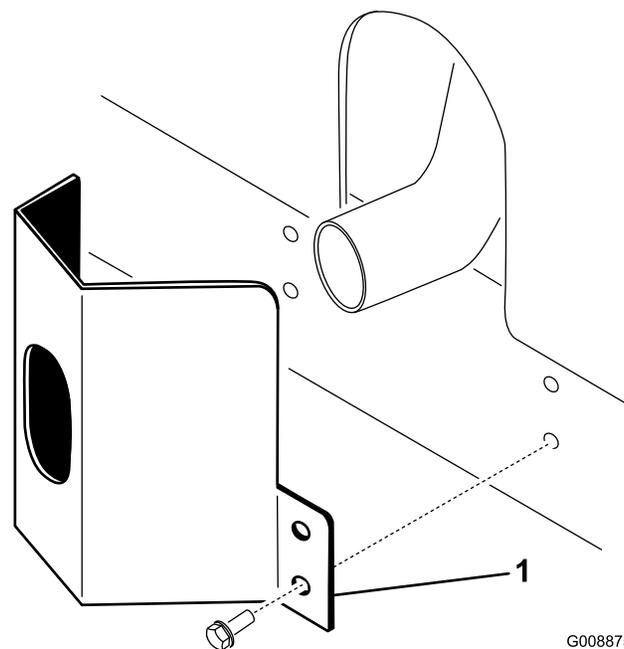

Figure 12
2. Fixez la protection de l'échappement au cadre à l'aide de 4 vis autotaraudeuses (Figure 12).
1. Placez la protection de l'échappement autour du silencieux et alignez les trous de montage avec ceux du cadre (Figure 12).